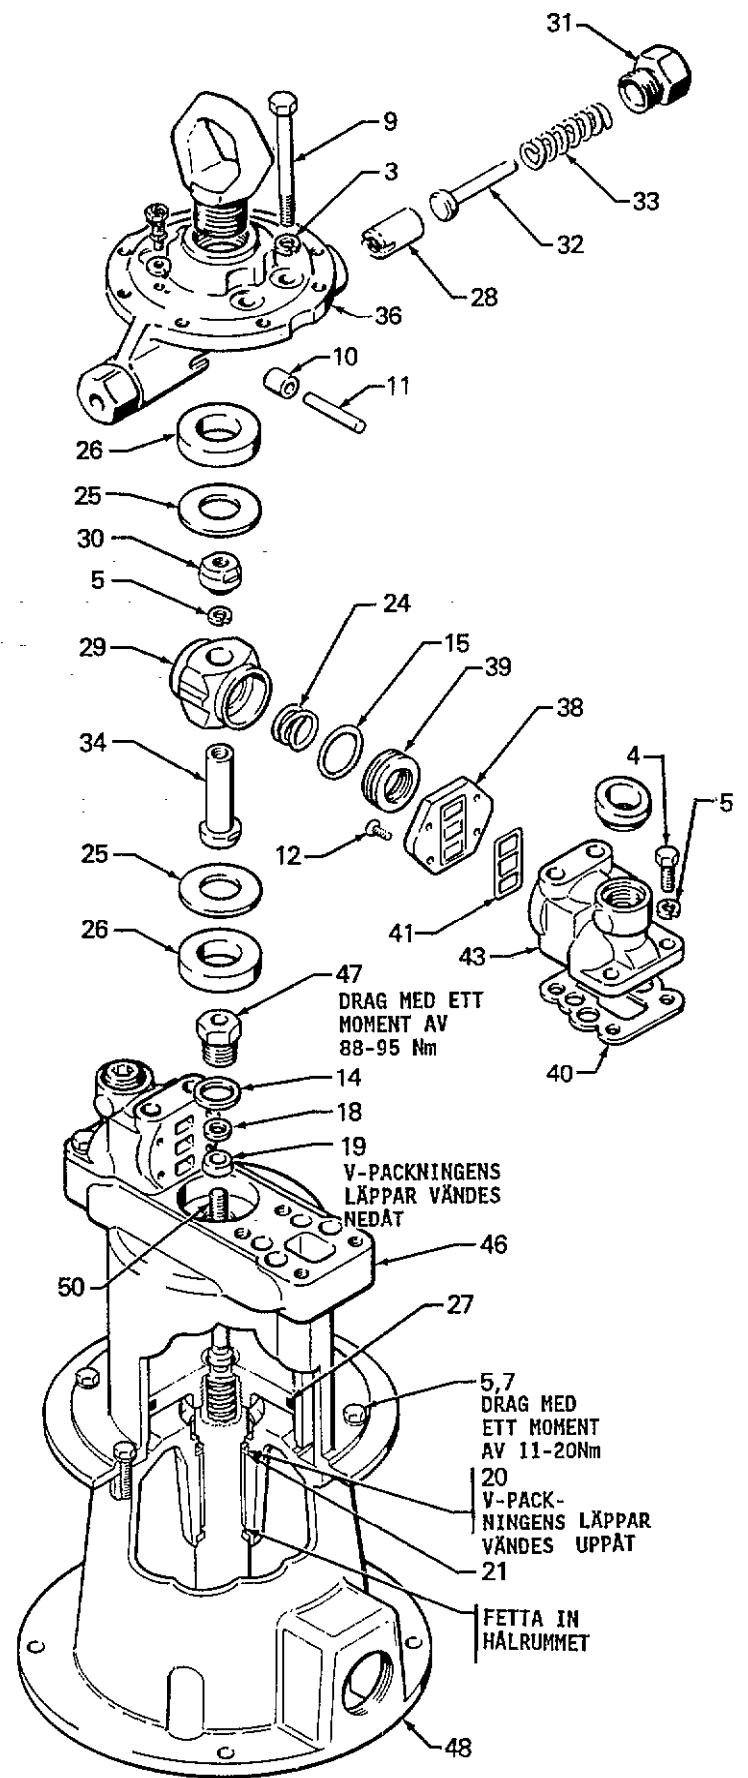
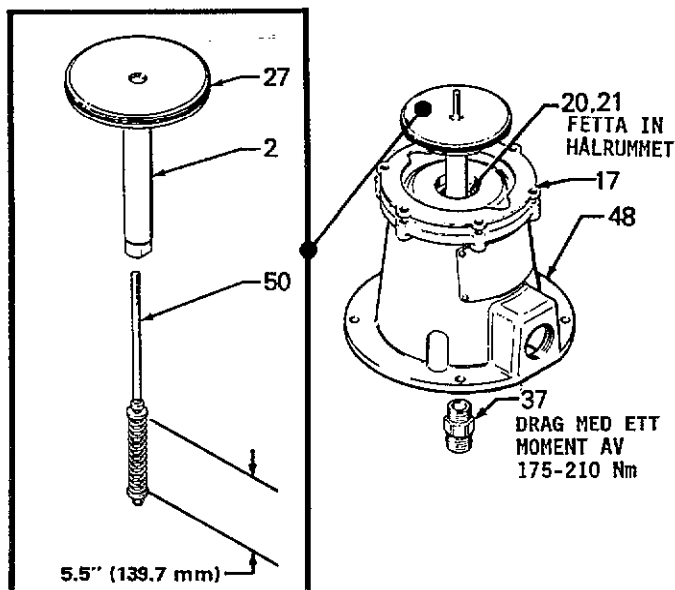

Fig 6-1
Fig 6-2
1. Tag bort skruvarna (7) och fjäderbrickorna (5) och dra cylindern (46) rakt upp från kolven. Se fig 6-1.
2. Tag bort lagringen (47 med hjälp av en fast nyckel. Tag bort kopparpackningen (14), packningsstödet (18) och packningen (19) från lagringen. Se fig 6-1.
3. Drag kolven (2) och styrpinnen (50) uppåt ur basen (48). Tag bort O-ringen (27) från kolven. Skruva bort adaptern (37) från kolvstången (2). Se fig 6-2.
4. Tag bort styrpinnen (50) från kolven (2).
**OBS!** Kontrollera att måttet mellan fjäderstöden är exakt 139,7 mm när en styrpinne ny eller begagnad monteras. Avviker måttet, så skall styrpinnen bytas, försök inte att justera den. Se fig 6-2.
2. Fetta in styrpinnen (50) och återmontera den i kolven (2). Skruva i adaptern (37) i kolvstången (2) och drag med ett moment av 175-210 Nm. Se fig 6-2.
3. Fetta in hålrummet i basen (48) och lägg in packningsstödet (21\*) och V-packningen (20\*) så att packningens läppar vändes uppåt i basen. Se fig 6-1 och 6-2.
4. Fetta in kolven (2), O-ringen (27\*) och cylindern (46). Placera cylindern upp och ned på en slät yta. Fixera O-ringen runt kolven, märk att O-ringen är större än kolvens spår för O-ringen. Sätt tillbaka kolven i cylindern så att O-ringens övermått passar in i en av skårorna i cylinderns fläns. Använd fingrarna för att trycka O-ringen ut ur skåran för att passa i kolvspåret. Tryck kolven in i cylindern för att hålla O-ringen på plats.
5. Fetta in insidan på cylindern (46) igen och likaså styrpinnen (50). Se till att packningen (17) är riktigt placerad på luftmotorbasen (48). Se fig 6-2.
6. Styr kolven och cylindern in i basen, passa ihop cylindern och basen korrekt. Sätt tillbaka fjäderbrickan (5) och skruvarna (7) och drag åt med ett moment av 11-20 Nm. Se fig 6-1.
7. Lägg in packningsstödet (18\*) och V-packningen (19\*) i lagringen (47) så att V-packningens läppar vändes nedåt i cylindern. Lägg tillbaka kopparpackningen (14\*) på lagringen. Sätt tillbaka lagringen i halsen på cylindern. Använd hylsnyckel för att dra åt lagringen med ett moment av 88-95 Nm. Se fig 6-1.
8. Placera gummidämparen (26) och brickan (25) i halsen på cylindern.
10. Sätt navet (34) på styrpinnen (50). Fatta styrpinnen nedanför navet med den speciella svetstången. Skruva ned navet så långt som möjligt. Se fig 6-1.
12. Lägg en O-ring (15\*) på varje luftriktningsventil (39). Fetta in luftriktningsventilerna och fjäderna (24) och sätt tillbaka dessa på vardera sidan av luftventilhylsan. Tryck ihop delar med hjälp av fingrarna upptill och vrid ventilhylsan försiktigt tills den glider ned mellan luftfördelarna. *Var försiktig så att ni inte klämmer fingrarna.* Se fig 6-1.
14. Fetta in spärrkolven (28), fjäderstyrningen (32) och återmontera dem med fjädern (33) på vardera sidan av spärrmonteringen (36). Skruva löst på fjäderhållarna (31) på vardera sidan av spärrmonteringen. Se fig 6-1.
15. Sätt tillbaka gummidämparen (26) och brickan (25) i botten på spärrmonteringen. Fetta in och återmontera axlarna (11) och rullarna (10) och sätt dem på plats i spärrmonteringen. Se fig 6-1.
16. Placera spärrmonteringen (36) på luftfördelarna och sätt tillbaka brickorna (3) och skruvarna (9). Drag nu åt fjäderhållarna samtidigt. Sedan drages skruvarna (9) åt.